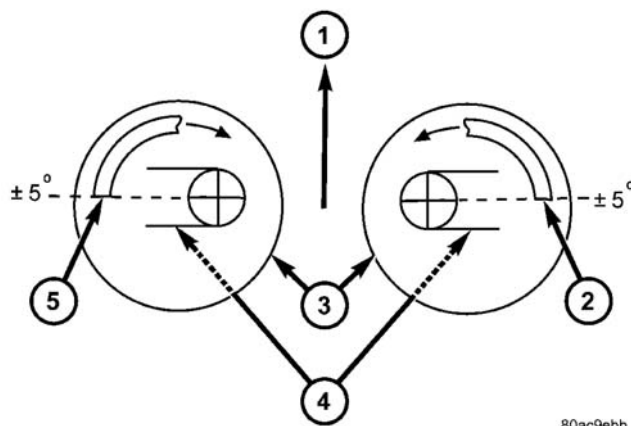

图 49 螺旋弹簧定位
(8) 在滑柱上安装防尘罩。向下压缩并拉伸防尘罩，使其盖到缓冲块的顶部，直至防尘罩卡入缓冲块的槽上。缓冲块将在内防尘套的顶部。让防尘罩回到其完全拉伸长度。
(9) 从螺旋弹簧的底部安装滑柱，直至下弹簧座接触到螺旋弹簧的下端。滑柱上的 U 形支架应该从压缩机直指向外 (至 6 点钟位置)。该位置应在螺旋弹簧下端头的  $5^\circ$  范围内 (图 49)。视需要，可以重新定位滑柱或螺旋弹簧在压缩器中的位置，使这些部件从压缩机直指向外 (至 6 点钟位置)。安装夹子，将滑柱和螺旋弹簧固定在一起。
**注意：**前滑柱螺旋弹簧侧向定位。当安装滑柱总成时，确保在车辆那一侧正被安装的滑柱用了正确的螺旋弹簧。车辆左侧的弹簧为自上到下左旋，右侧的弹簧为自上到下右旋。（图 49）。两侧弹簧不得互换。